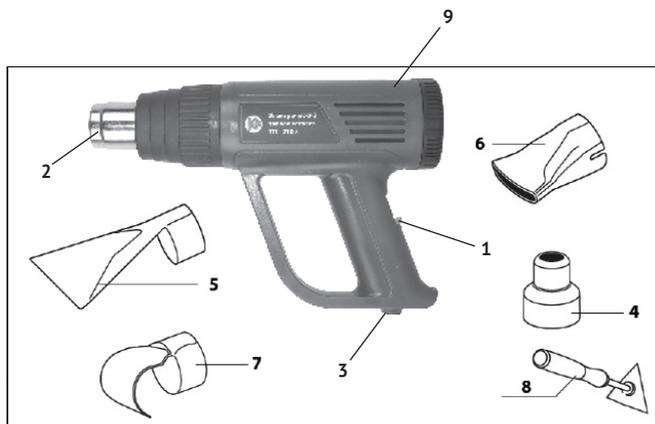

рис. 1
1.6 Общий вид теплопистолета представлен на рис.1
1.7 Коллекторный двигатель постоянного тока и спираль нагрева теплопистолета расположены в пластиковом корпусе (рис.1 поз.9). Корпус, состоящий из двух половин (правой и левой), выполнен заодно с рукояткой. Крутящий момент с якоря электродвигателя, передаётся на крыльчатку, которая обеспечивает движение воздушного потока от вентиляционных отверстий в задней части корпуса к выходному патрубку (рис.1 поз.2). Намотанная на теплоизоляционный каркас спираль, нагревает проходящий воздух до установленной температуры.
1.8 Клавиша переключателя (рис.1 поз.1) расположена на задней части рукоятки. Она имеет 4-и фиксированных положения: «0» - выключено, «1» - первый режим, «2» - второй режим и «3» - третий режим.
- для снятия размягчённых слоёв, используйте треугольный скребок, закрыв его между двумя гайками на рукоятке (рис.1 поз.8);
- при работе используйте насадку с отражателем (рис.1 поз.5), для защиты стекла от горячего воздушного потока;
- для разогрева используйте плоскую насадку (рис.1 поз.6);
- используйте насадку для труб (рис.1 поз.7) или сужающуюся (рис.1 поз.4);
- используйте насадку для труб (рис.1 поз.7);